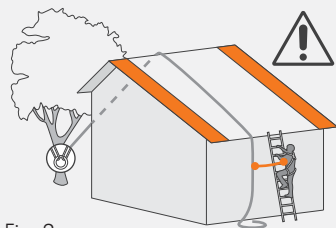

Fig. 2
- Si no hay línea de seguridad, creando puntos de anclaje para llegar al vértice de la cubierta (Ej. utilizando un anclaje natural Fig. 2);
- Con una línea de seguridad, siguiendo el procedimiento descrito en el manual de instrucciones correspondiente que mostrará como hacerlo. Habitualmente, el acceso a una línea de seguridad preinstalada se realiza a través de diferentes puntos de anclaje instalados en la cubierta, a los que el operario se conecta mediante un elemento de amarre en Y con absorbidor de energía (9), fijado en el anillo de enganche esternal del arnés EN 361. Una vez en la línea de seguridad, el operario puede utilizar tres tipos de dispositivos de protección:
- con linea vita assente, creando dei punti di ancoraggio per raggiungere la linea di colmo (es. uso di un ancoraggio naturale, Fig. 2);